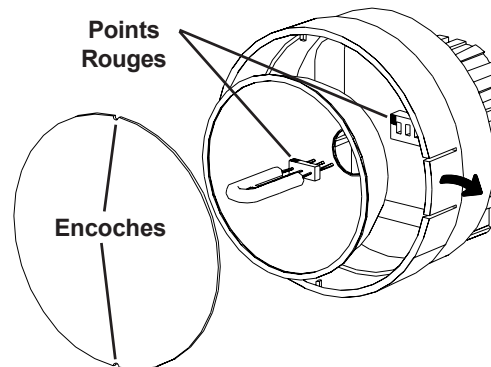

Figure 4 Remplacement de la lampe
4. Réinstallez le réflecteur et positionnez la lentille frontale installée en faisant correspondre les encoches de la lentille avec les deux petits onglets sur le réceptacle afin d'éviter que la lentille ne tourne (voir Figure 4). Repoussez les onglets sur le devant vers l'extérieur et placez la lentille..
Le stroboscope alimenté sur secteur c.a. est équipé d'un fusible remplaçable auquel on peut accéder en retirant la lentille et le réflecteur - voir Figure 4. Si le fusible doit être remplacé, utilisez uniquement un fusible du même type et de la même valeur soit un Fusible Rapide 750 mA, 2AG.
3. Les lampes comportent un « plus » et un « moins » et doivent donc être placées dans la prise dans le bon sens. **En vous équipant d'un chiffon non pelucheux, faites correspondre le point rouge sur la lampe avec le point rouge sur la prise et faites balancer doucement la lampe lorsque vous la mettez en place (voir Figure 4).** Assurez-vous que la lampe est bien droite et centrée dans le trou de réflecteur.